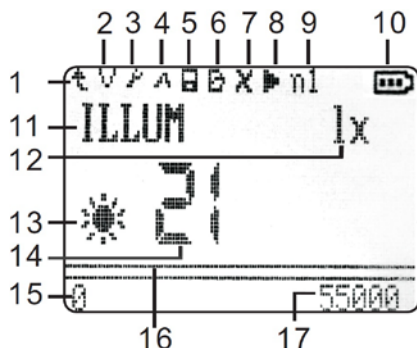
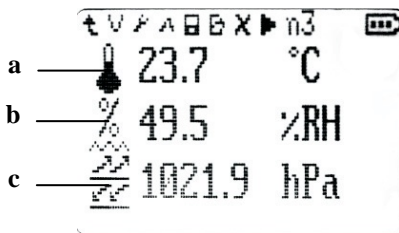
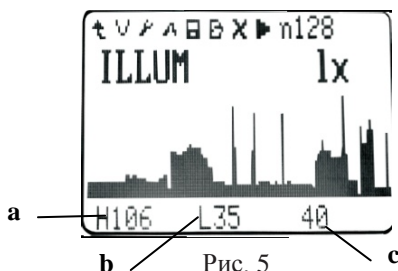

Рис. 3
Рис. 4
Рис. 5
Режим отображения данных на дисплее прибора может быть двух типов: символьный (рис. 3 и рис. 4) и графический (рис. 5). При символьном отображении на дисплей могут выводиться данные сразу с трех датчиков (рис. 4), в то время как при графическом отображении на дисплей могут выводиться данные только с одного датчика. После выбора режима отображения данных нажмите кнопку . Затем выберите необходимые ярлыки быстрого доступа с помощью кнопок  и , после чего нажмите кнопку  для применения соответствующих функций.
- В режиме символьного отображения на дисплее данных с нескольких датчиков параметр n определяет расположение измеряемого параметра на дисплее. Удерживайте кнопку  для изменения значения параметра n или нажмите однократно для изменения отображаемого параметра на выбранном положении (рис. 4)
- В режиме графического отображения данных на дисплее параметр n определяет расположение текущих данных на графике (рис. 5).